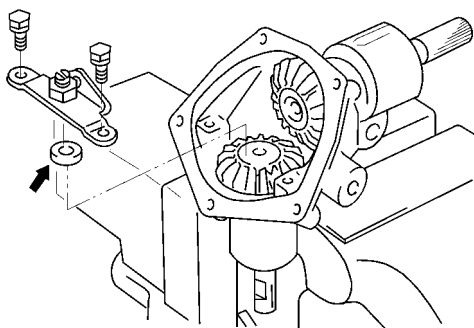

图 16-93 安装支承板
(3) 安装锁紧螺栓座块。
(4) 安装支承板。旋松锁紧螺栓，装上两个螺栓和支承板，如图 16-93 所示。